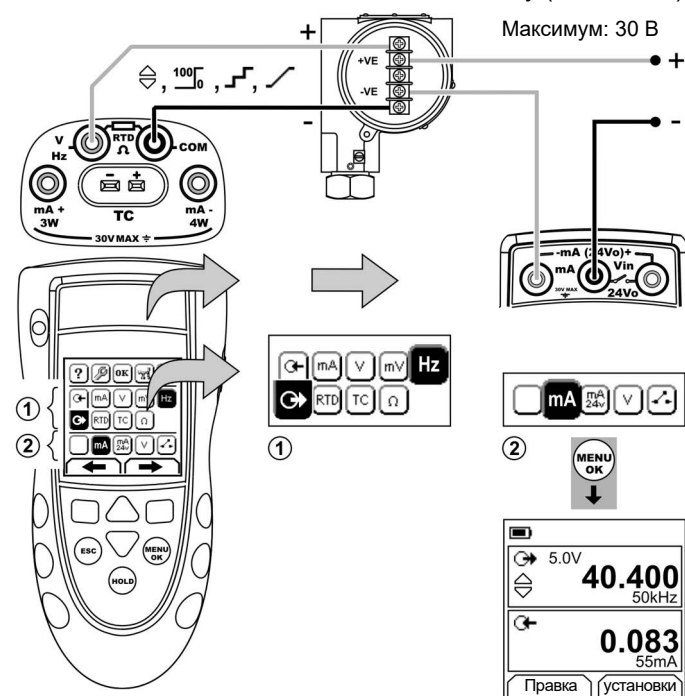

Рисунок 10: Пример конфигурации – Калибровка датчика с внешним питанием петли
1. Подключите прибор (Рисунок 10/11) и, при необходимости, отрегулируйте *Настройка* (Таблица 1).